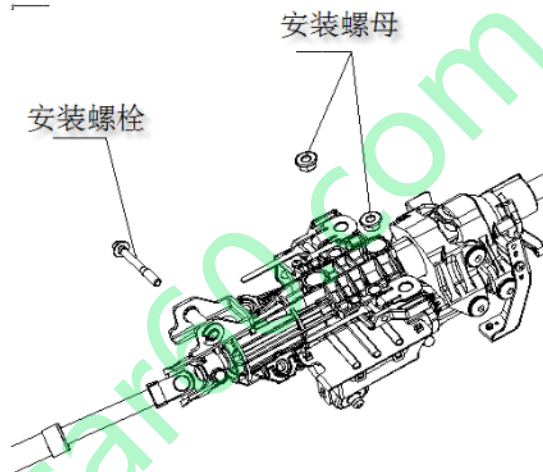

图 4-9
① 从转向管柱上脱开接插件和线束卡扣。
② 拆下 1个安装螺栓和2个安装螺母，取下转向管柱及万向节总成。如图4-9所示。